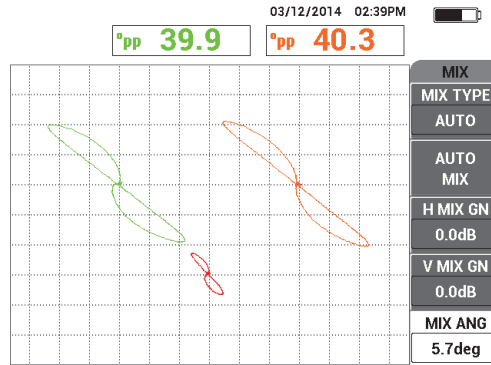

Abbildung 5-146 Winkel MIX genauer eingestellt
- c) Stellen Sie den Winkel **MIX** (auf der Seite **MIX** im Menü **MAIN FILTER**) genauer ein, um auch einen Wert von ca. $40,0^\circ$ zu erhalten (siehe Abbildung 5-146 auf Seite 246).